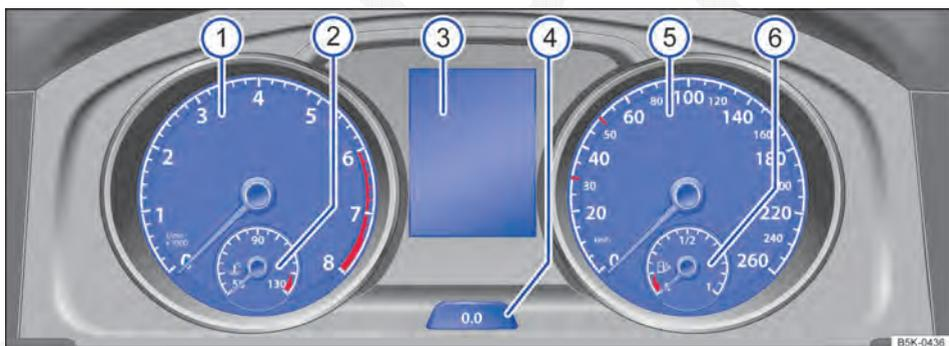

Fig. 10 No painel de instrumentos: instrumento combinado.
Legenda para Fig. 10:
Dependendo da versão do veículo, é possível que sejam exibidas diferentes informações no display do instrumento combinado ⇒ Fig. 10 (3):